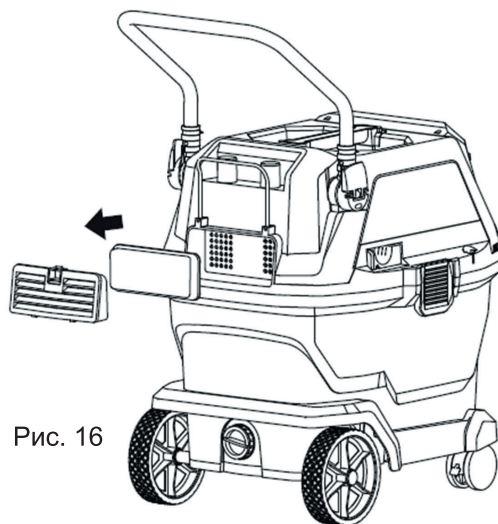

Рис. 16
- Второй фильтр расположен на выходе воздушного потока, на задней стенке пылесоса. Для снятия фильтра снимите защитную решётку и извлеките фильтр (рис. 16).